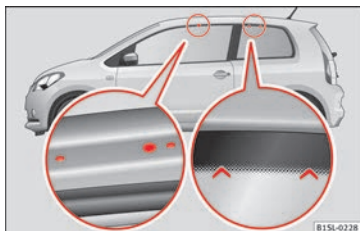

Fig. 74 Punti di fissaggio delle barre portacarico e del portapacchi sul tetto sui veicoli a due porte.
Veicoli a due porte: i fori e i contrassegni che indicano i punti di fissaggio per i supporti base anteriori si trovano sulla parte inferiore dei longheroni del tetto » **fig. 74** (immagine a sinistra ampliata). I fori e i contrassegni si vedono solo quando la porta è aperta. I contrassegni per il fissaggio dei supporti base »
posteriori si trovano sulla parte superiore dei finestrini» **fig. 74** (immagine a destra ampliata).
- Le barre portacarico devono essere fissate esclusivamente ai punti indicati nell'illustrazione» **fig. 74**.